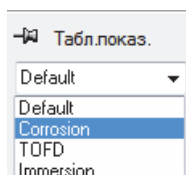

Рис. 6-4 Выбор предустановленной категории показаний в таблице показаний
- В диалоговом окне **Таблица показаний** выберите предустановленную категорию показаний (Рис. 6-4 на стр. 188), отображаемых в таблице.